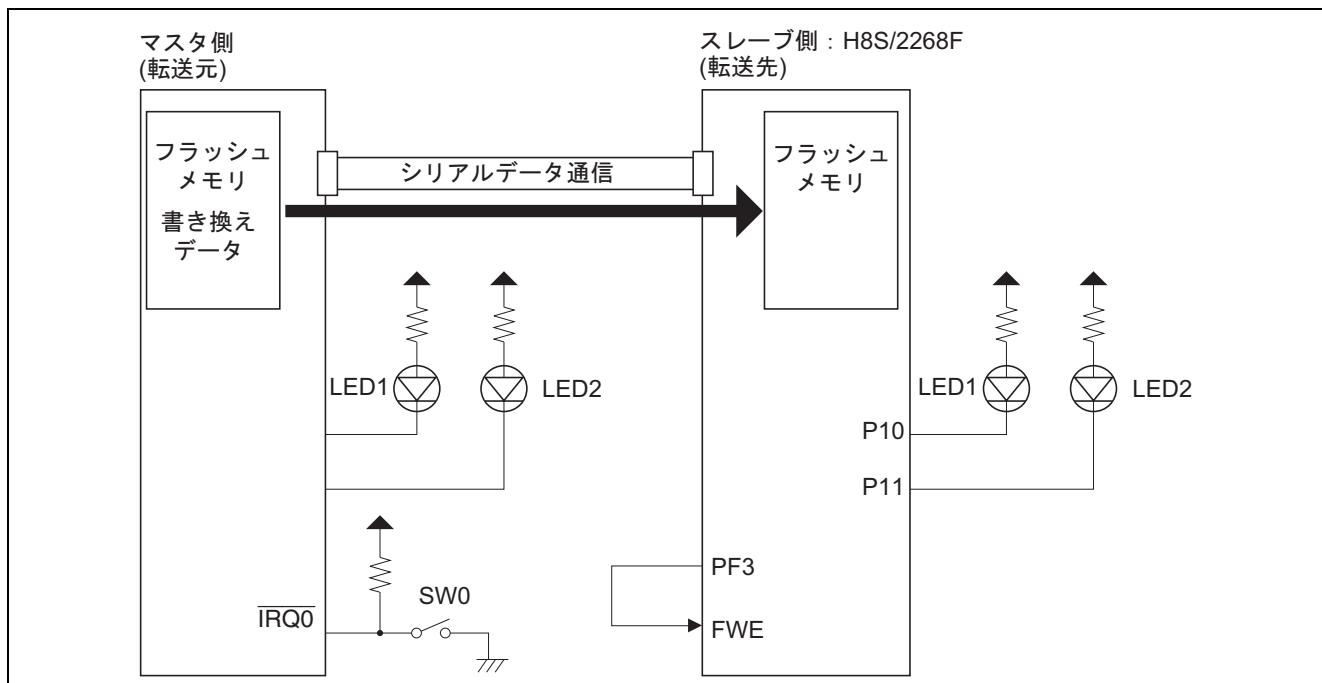

図 1 オンボード書き換え回路構成例
- (1) ユーザプログラムモードによるフラッシュメモリ書き換えを行ないます。
- (2) マスタ側フラッシュメモリ上にある書き換えデータを、スレーブ側のフラッシュメモリに書き込みます。
- (3) 書き換えデータの転送は、調歩同期式シリアル通信で行ない、SCI チャネル 0 (SCI\_0) を使用します。
- (4) マスタ側のスイッチ 0 (SW0) が ON になると、マスタ側からスレーブ側にフラッシュメモリ書き換え開始コマンドを送信し、スレーブ側フラッシュメモリの書き換えを開始します。
- (5) マスタ側、スレーブ側共に、フラッシュメモリ書き換え動作中は LED1 が消灯、LED2 が点灯し、フラッシュメモリ書き換え動作終了後は LED1 が点灯、LED2 が消灯します。
- (6) マスタ側の  $\overline{\text{IRQ}0}$  端子にスイッチ 0 (SW0) が接続されています。
- (7) マスタ側は、出力ポートに LED1 と LED2 が接続されています。
- (8) スレーブ側は、P10 出力端子に LED1 が接続、P11 出力端子に LED2 が接続されています。
- (9) オンボード書き換え回路の構成例を図 1 に示します。